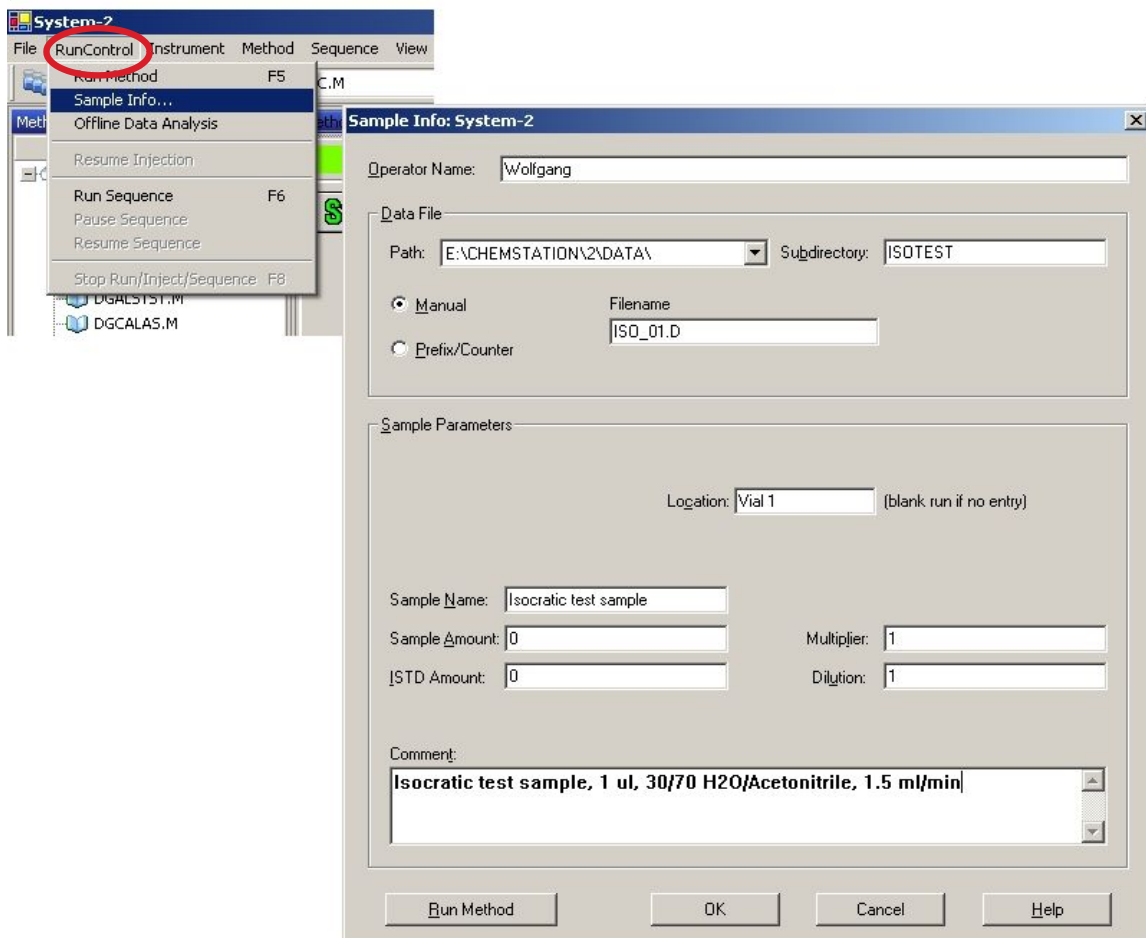

Figure 44 Informations sur l'échantillon
- 14 Sélectionnez **RunControl** > **Sample Info**, puis saisissez les informations relatives à cette application (Figure 44, page 102). Cliquez sur **OK** pour quitter cet écran.